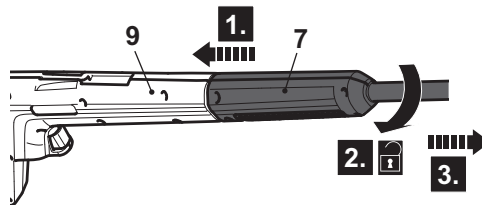

Fig. 7
2. Presione la lanza de extensión (7) hacia la pistola de pulverización (9) (Fig. 7, paso 1) y gírela en sentido contrario a las agujas del reloj (paso 2) para retirarla (paso 3).